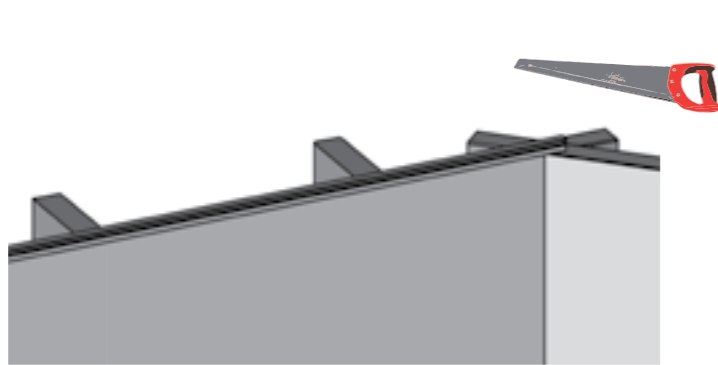

Fig. 30/Abb. 30/Afb. 30
- C Correctly align the lower angles of the liner (angles of the floor closures) with the corners of the pool (figure 30).
- C Alignez correctement les angles inférieurs du liner (angles des soudures du fond) dans les angles du bassin (figure 30).
**C** Richten Sie die unteren Ecken des Liners korrekt (Ecken der Verschlüsse am Boden) an den Ecken des Beckens aus (Abb. 30).